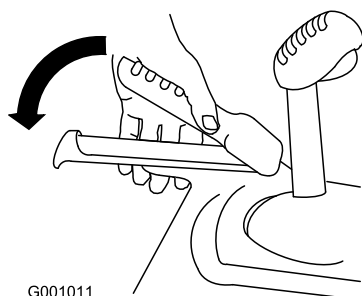

Figura 14
3. Premete la leva sinistra (della trazione) contro l'impugnatura (Figura 14).
6. Premete la leva sinistra (della trazione) contro l'impugnatura (**Figura 14**).